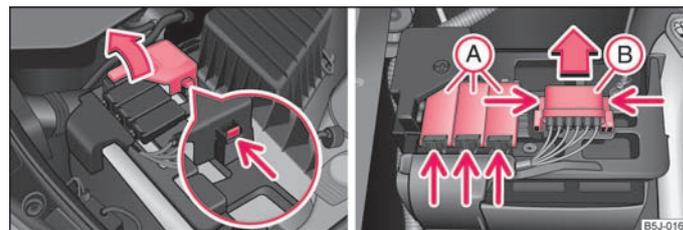

Abb. 150 Batterie: Aufklappen der Pluspol-Abdeckung / Sicherungsdeckel
- Klappen Sie die Pluspol-Abdeckung (+) auf ⇒ Abb. 150.
- Drücken Sie auf die Verrastungen der Sicherungsabdeckungen (A) ⇒ Abb. 150 rechts und klappen Sie die Abdeckungen auf.
- Drücken Sie die Verrastungen der Sicherungsabdeckung (B) gleichzeitig zusammen und schieben Sie die Abdeckung in Pfeilrichtung heraus.
- Einige Fahrzeuge sind nur mit der Abdeckung **(B)** ausgestattet ⇒ **Abb. 150** rechts.